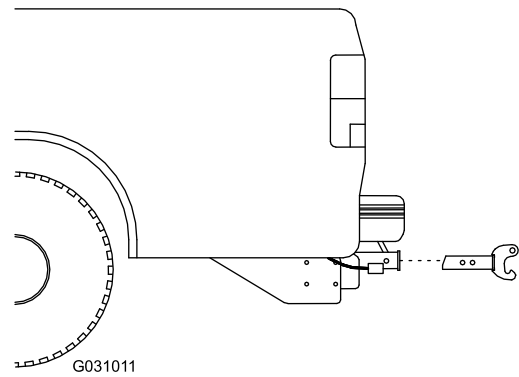

**Figure 9**
- Fixez les anneaux en D des sangles à cliquet dans les trous supérieurs à l'extérieur du cadre de l'épandeur à l'aide d'un boulon (½ po), d'une rondelle (½ po) et d'un contre-écrou (½ po), puis serrez les boulons à 76 N·m (56 pi-lb) (Figure 9).